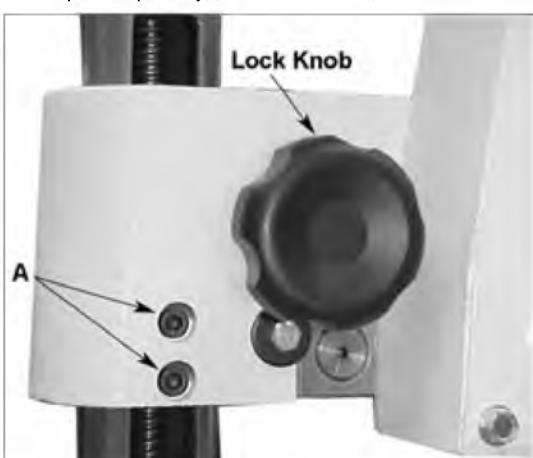

Рис. 26
2. Открутите оба комплекта винтов (A, рис. 26) на каждой колонне с той стороны, которую вы решили приподнять.